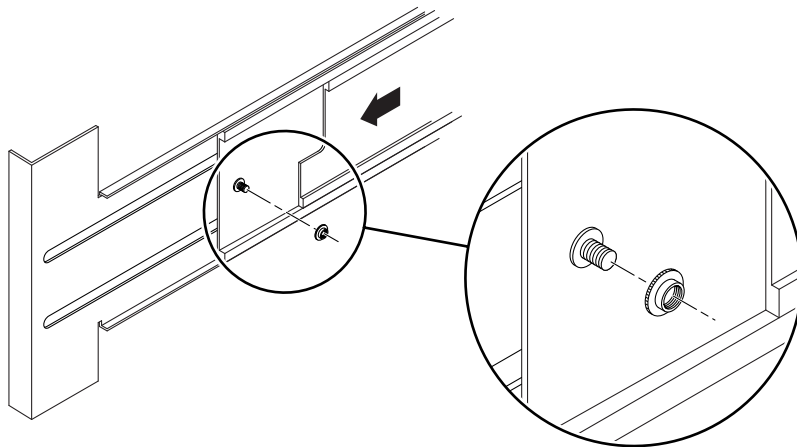

図 3-11 スペーサの挿入および締め付け
2. システムの背面から、提供されたスペーサをボルトに挿入して締めます (図 3-11)。
3. システムの背面で、スライドに取り付けたねじ式のワッシャーを各ボルトから取り外します (図 3-11)。